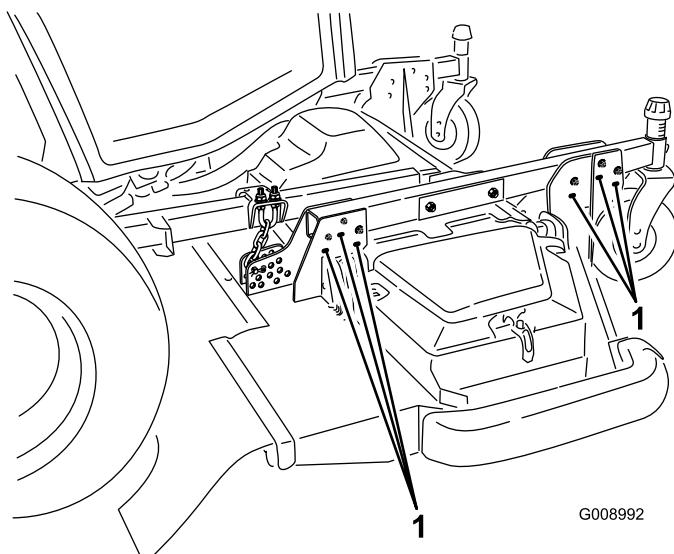

図 25
10. 刈高を 102153mm にセットするには、デッキハンガーブラケットを刈高キャスタアームに固定している取り付けボルトを外し、デッキハンガーブラケットを刈高キャスタアームの下穴に付け替える図 25。